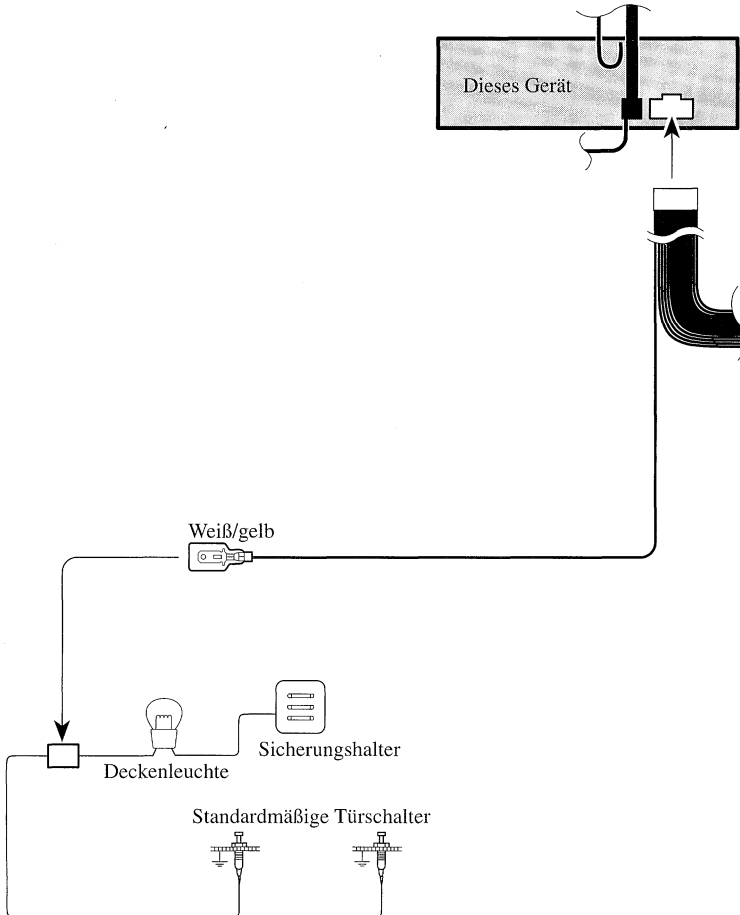

Abb. 3
■ Weiß/gelb (Türschalter, DOOR SWITCH) (Abb. 3 und 4)